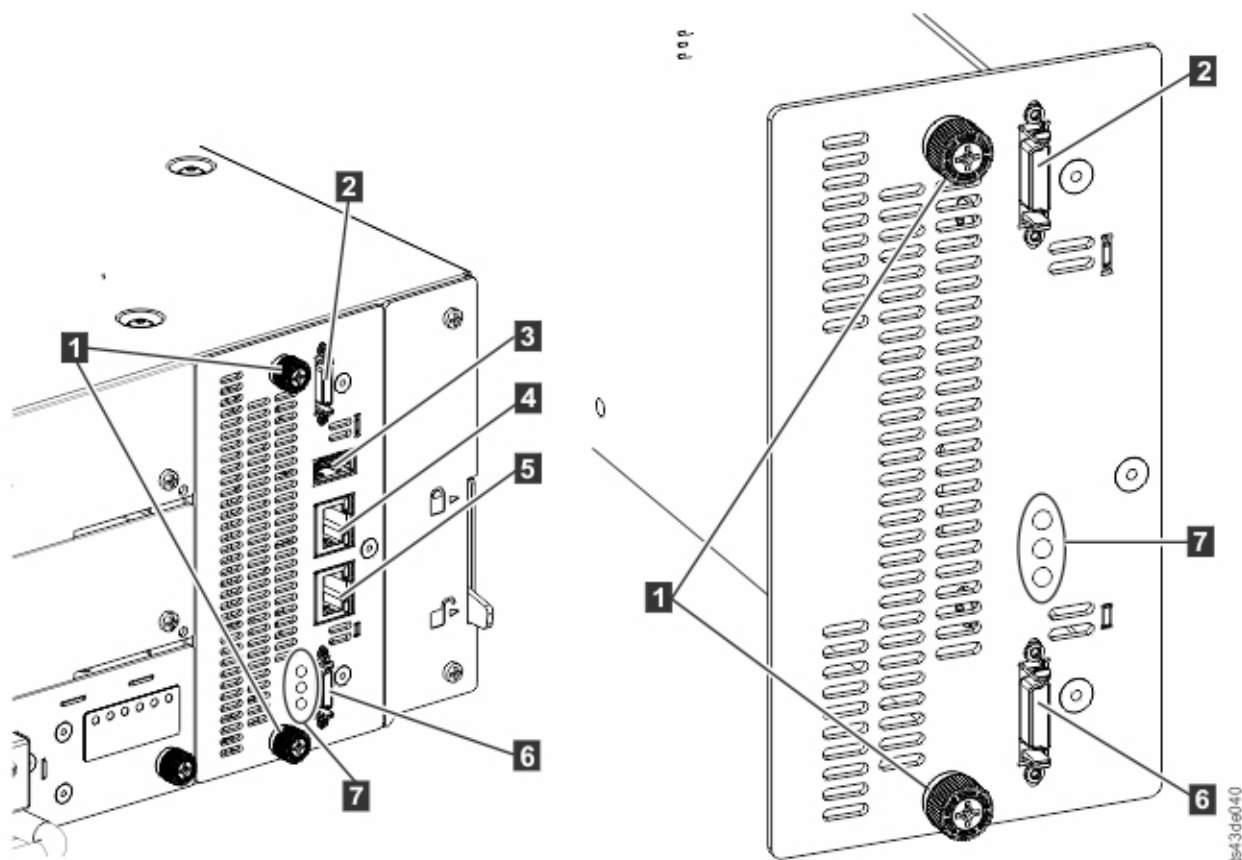

図 68. コントローラー・カード・コンポーネント
3. イーサネット・ケーブル (**4** と **5**) および USB ケーブル (**3**) がある場合は、それらを取り外します (拡張モジュールにはイーサネット・ポートも USB ポートもありません。147 ページの図 68 を参照してください)。
4. 前に取り外した拡張相互接続ケーブル (**2** と **6**)、イーサネット・ケーブル (複数の場合あり) (**4** と **5**)、および USB ケーブル (**3**) を元の位置に戻します (拡張モジュールにはイーサネット・ポートも USB ポートもありません。147 ページの図 68 を参照してください)。